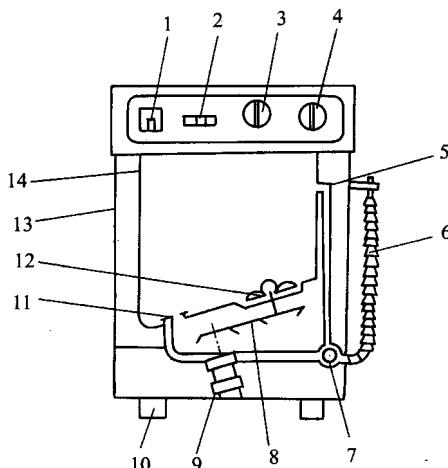

图1-3 单桶洗衣机结构图
(1) 单桶洗衣机 早期产品，多为简易型或是普通型。它只有一只桶，只有洗涤和漂洗两种功能，并且需要由人工进行转换。它体积小，易于维修，价格低廉，但功能少，各种功能转换较繁琐(图1-3)。